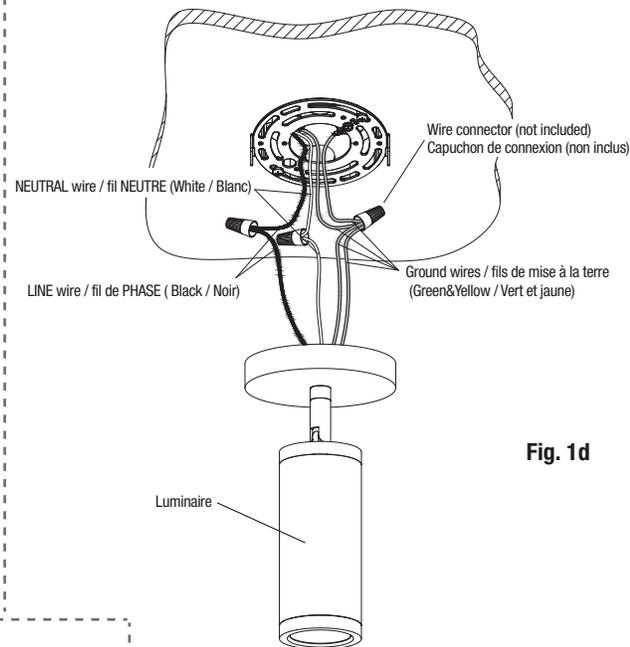

Fig. 1d
6. Make electrical connections between the luminaire and junction box wires as shown in Fig. 1d. Push the wires into the junction box through the central hole of the Universal Spider Adaptor Plate.
6. Effectuer les connexions électriques entre le luminaire et les fils de la boîte de jonction comme indiqué sur la Fig. 1d. Pousser les fils dans la boîte de jonction par le trou central de la plaque adaptateur à débouchures universelles.